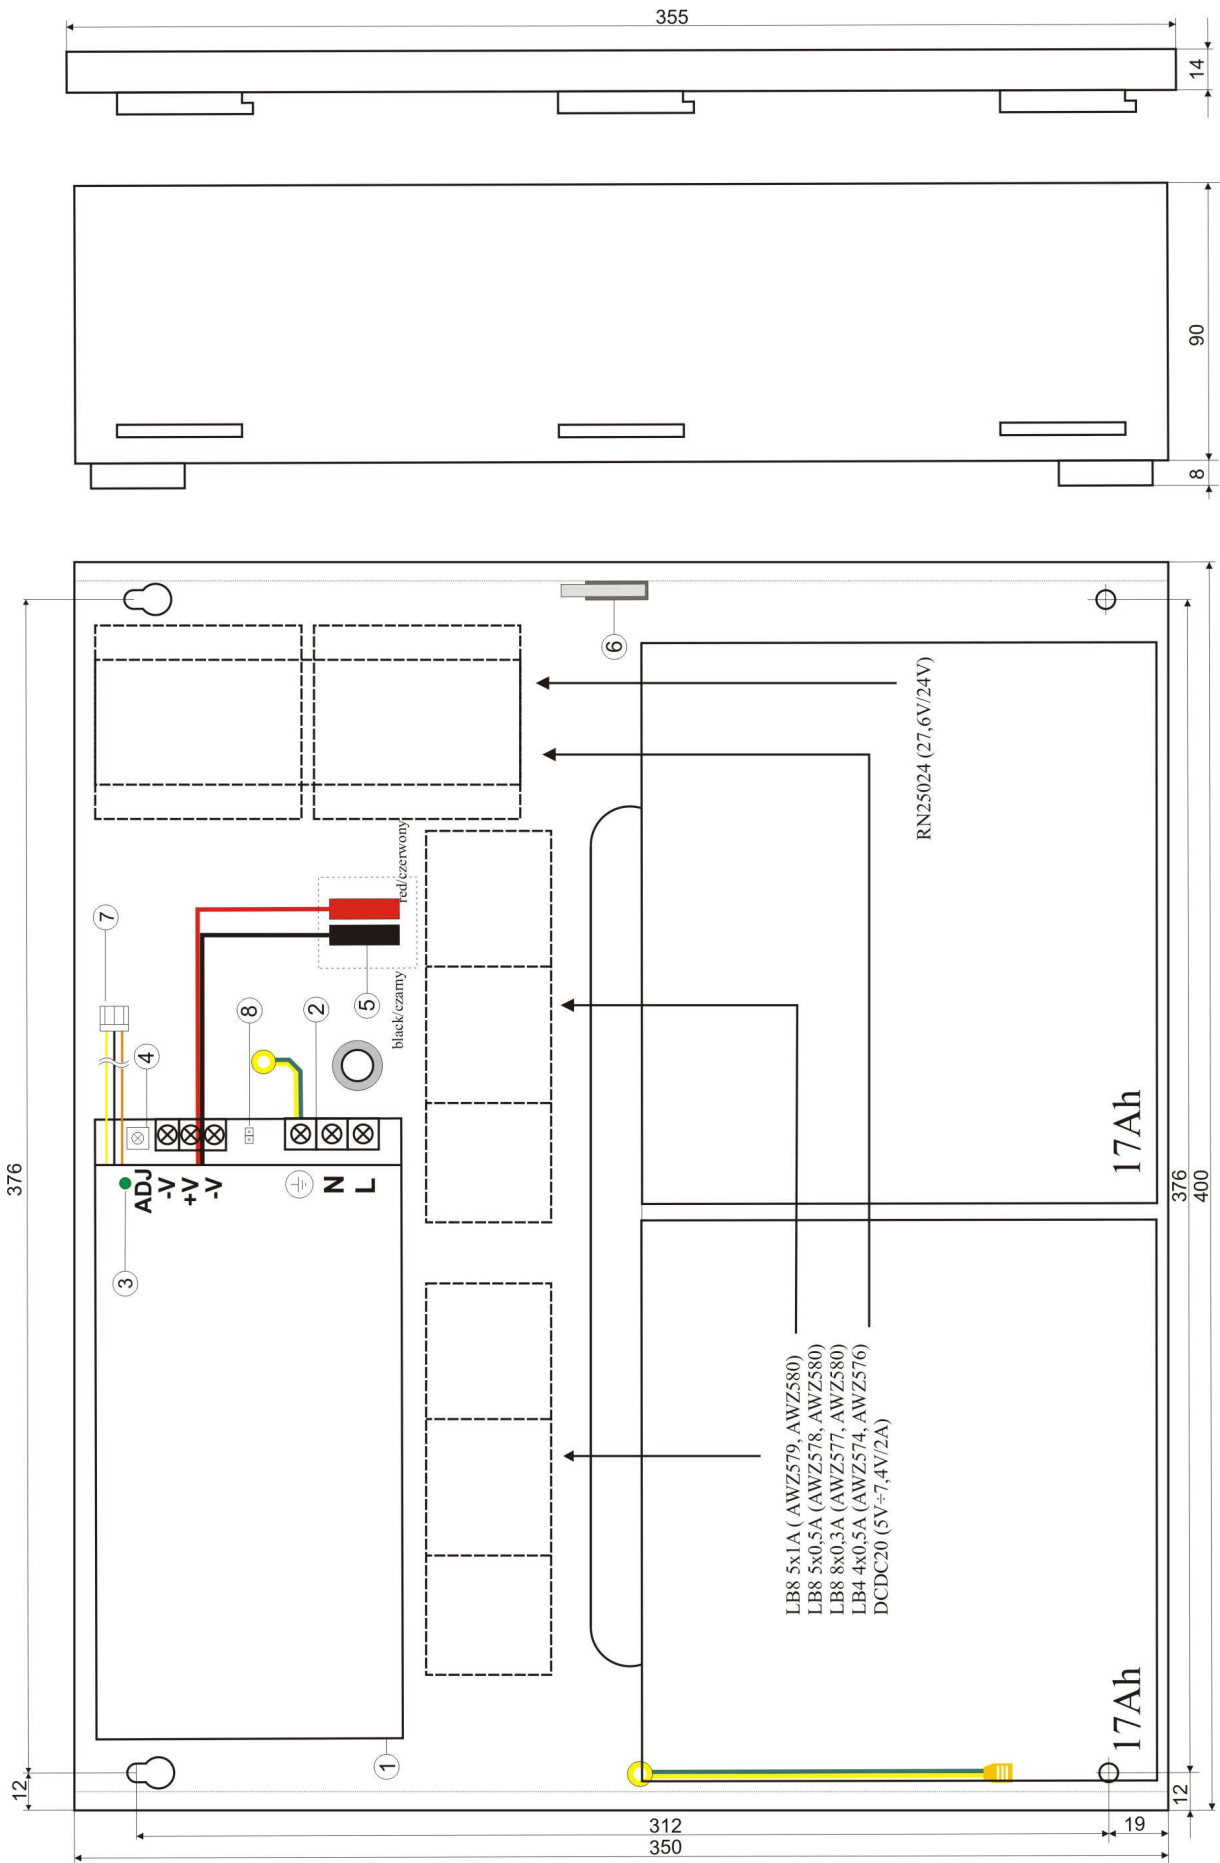

Fig.2. Vista dell'alimentatore.
1.3. Descrizione degli elementi e giunti dell'alimentatore (tab.1, tab.2, fig.2).
Elemento n. [Fig. 2]	Descrizione
Fissaggio	Vedi fig. 2